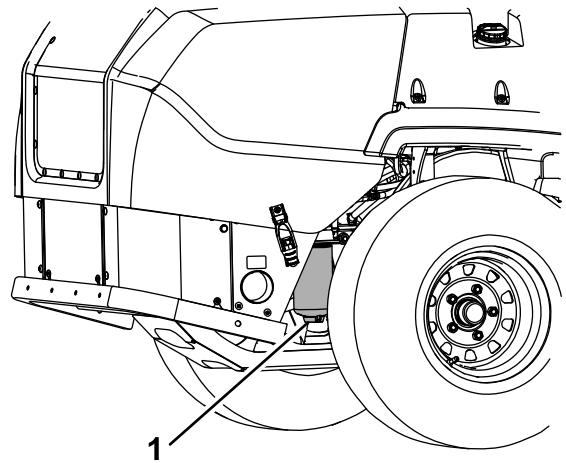

Figura 43
4. Abra el tapón de vaciado del separador de agua aproximadamente una vuelta para que se vacíen el agua y otros contaminantes (Figura 43).